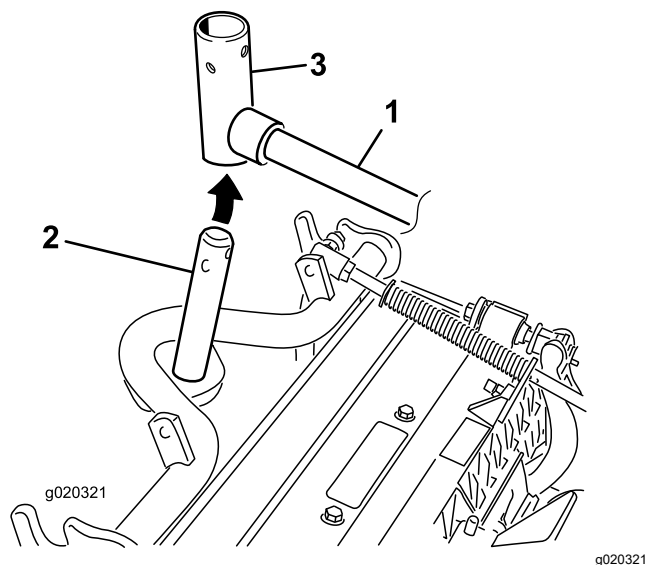

図 7
8. フロントに取り付けるカッティングユニットは、昇降アームの下に入れるときにキャリアフレームのシャフトを昇降アームのピボットヨークに挿入する 図 7。
- B. 昇降アームのヨークをキャリアフレームのシャフトに通す 図 7。